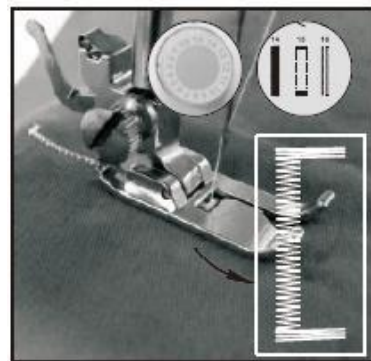

Рисунок 17
- 4) Выберите 15-ю строчку, затем включите переключатель и прошейте 5-6 стежков на низкой скорости, затем выключите переключатель (Рисунок 17).